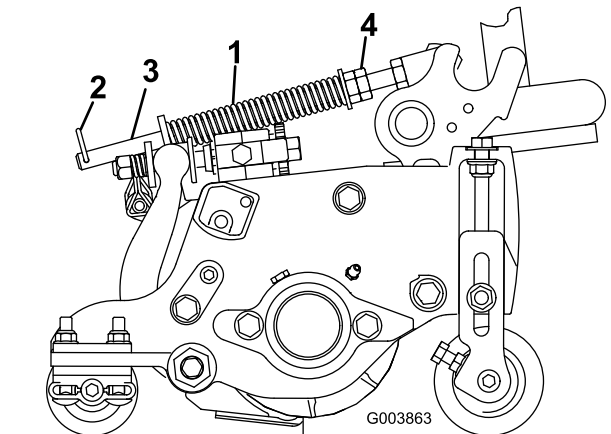

図 90
ターフ補正スプリングは、カッピングユニットの前から後ろへの「体重移動」を行う働きがあります 図 90。これにより、マーセリングやポビングと呼ばれる「波打ったような」仕上がりを防いでいます。
1. スプリングロッドの後穴にヘアピンコッターを忘れずに取り付けてください 図 90。
2. 7" カッピングユニットの場合、スプリングの圧縮長が 15.9 cm になるまで、スプリングロッドの先端にある六角ナットを締める (図 90)。